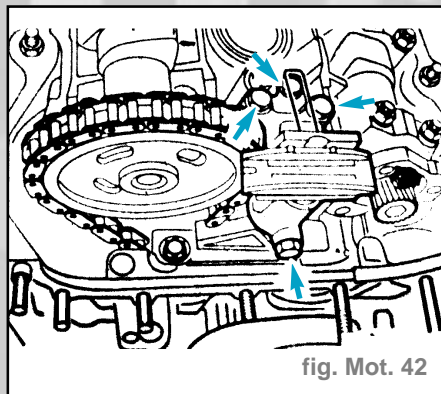

fig. Mot. 42
- Déposer le tendeur de la chaîne secondaire (fig. Mot. 42).